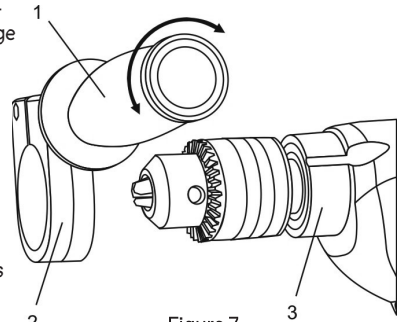

Figure 7
Installer la poignée auxiliaire (1) pour pouvoir utiliser la perceuse avec les deux mains (figure 7), surtout lors du perçage du béton.
1. Tourner la poignée auxiliaire (1) dans le sens antihoraire pour ouvrir le collier de montage (2).
2. Glisser le collier de la poignée auxiliaire sur le mandrin et le pousser à fond sur le corps de la perceuse (3).